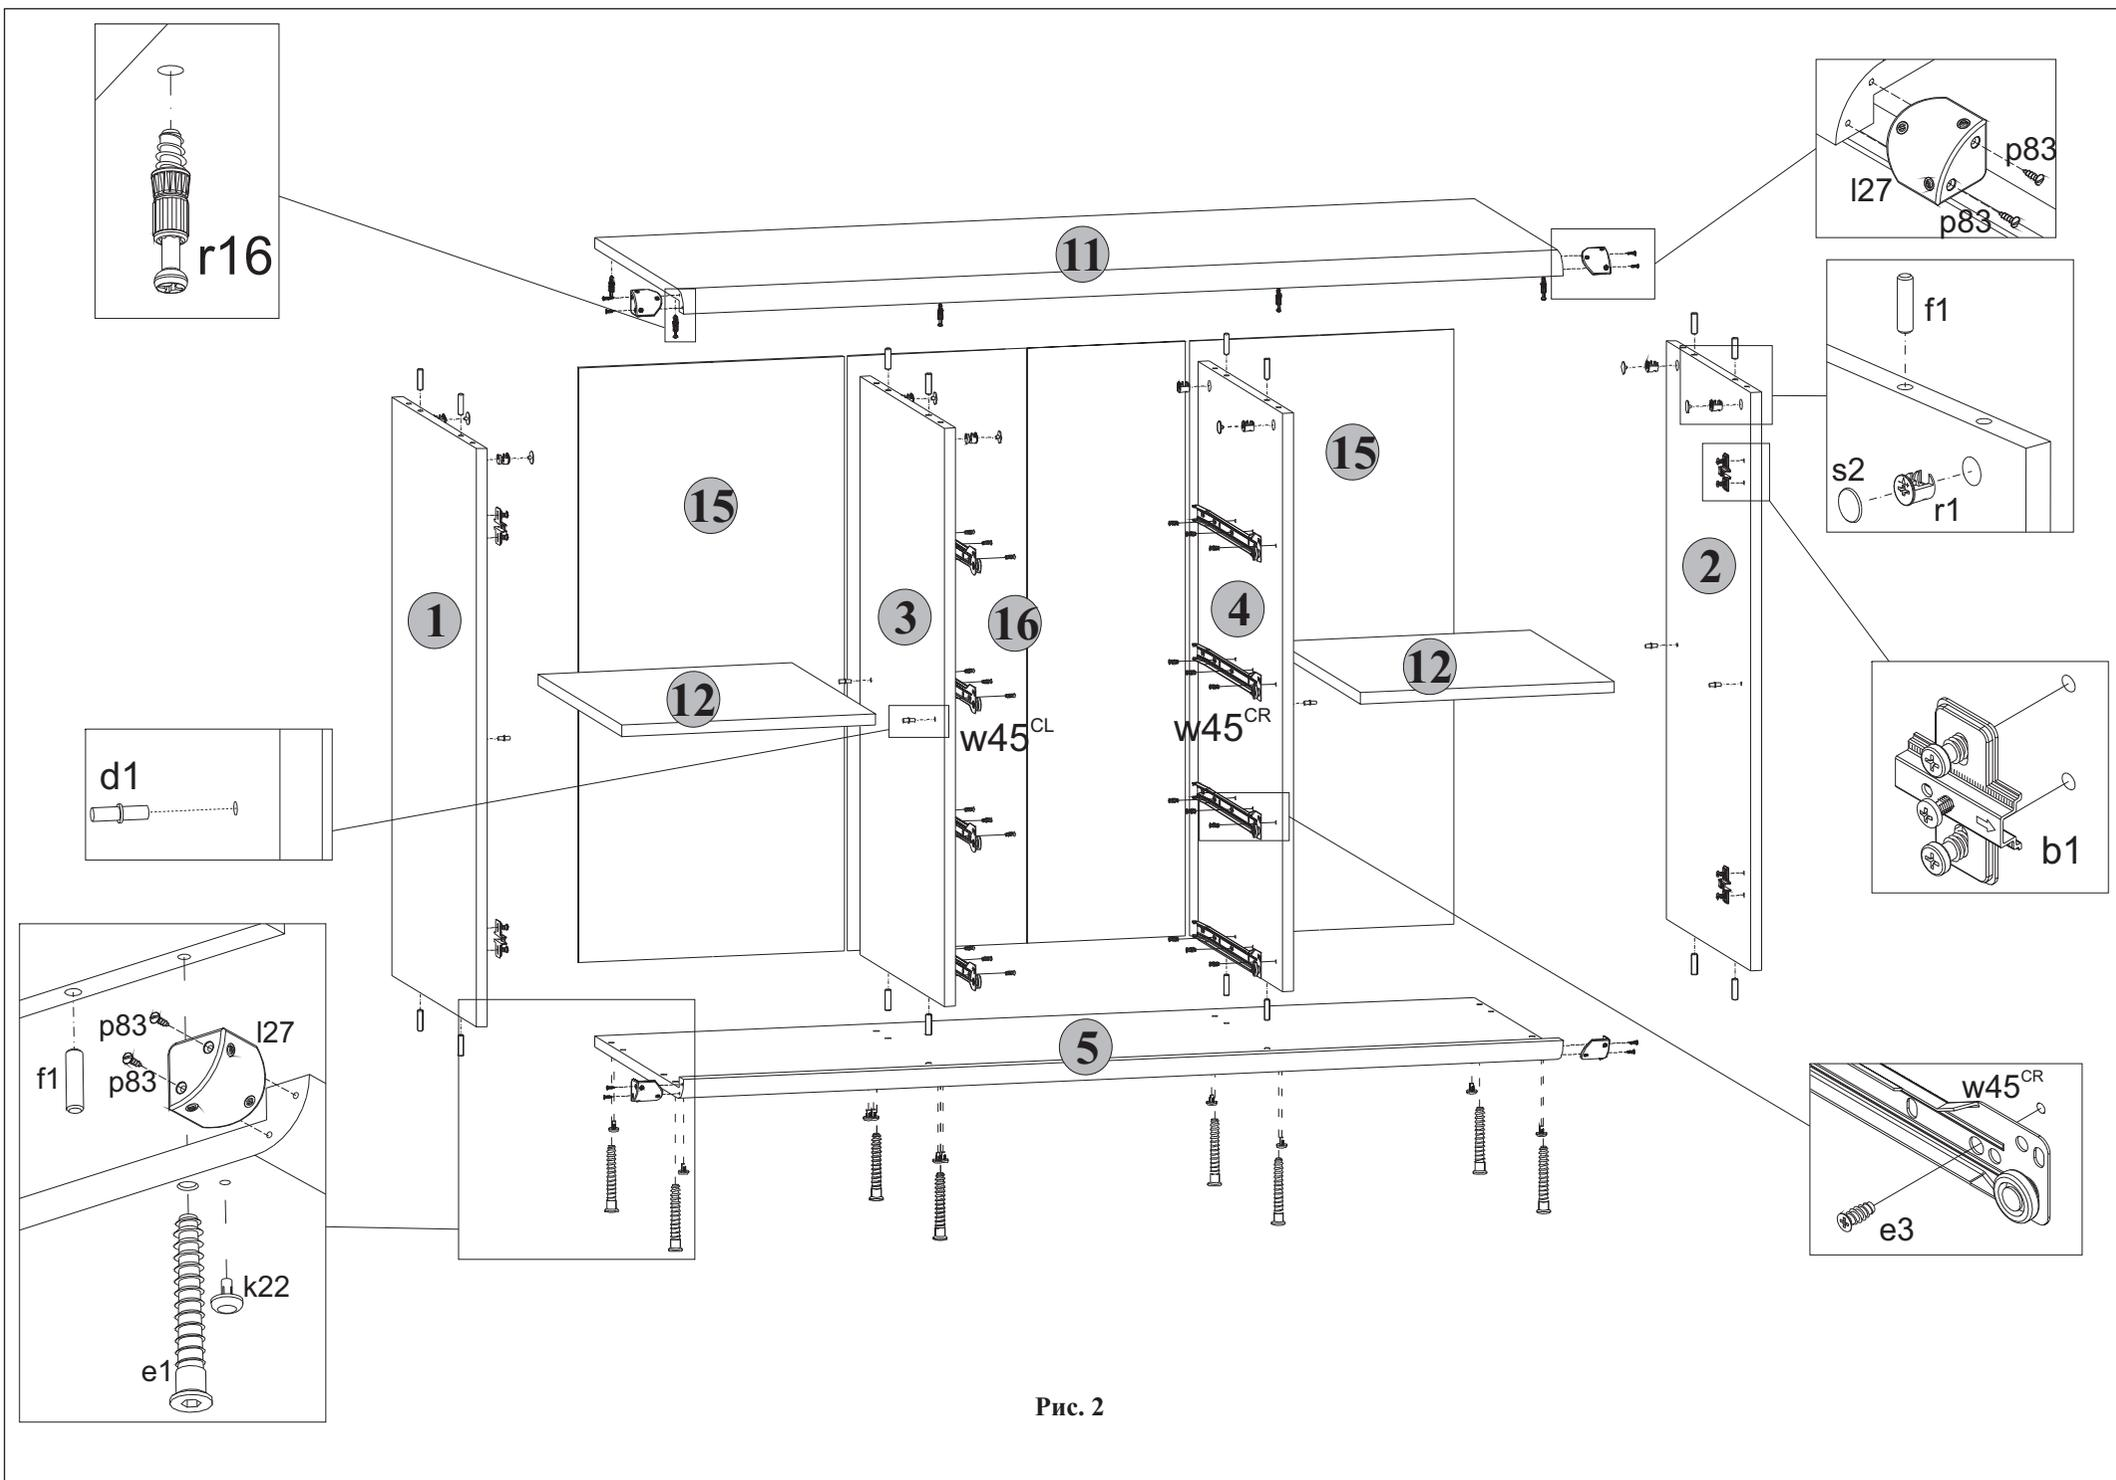

Рис. 2
стенок средних **3** и **4** вбить деревянные шканты **f1** (см.рис. 2).
5.6 На внутренних поверхностях стенок боковых **1** и **2**, а также на правой поверхности стенки средней **3** и на левой поверхности стенки средней **4** в отверстия диаметром **15 мм** вставить стяжки эксцентриковые **r1** (см.рис. 2).
5.7 В отверстия диаметром **5 мм** на нижней поверхности щита верхнего **11** вкрутить винты стяжки **r16**, пользуясь крестообразной отверткой (см.рис. 2).
5.8 В отверстия диаметром **4,5 мм** на нижней поверхности щита нижнего **5** вставить опоры полимерные **k22** (подпятники) (см.рис. 2).
5.10 К деталям **1, 2, 3** и **4** присоединить щит нижний **5** и стянуть еврошурупами **e1**, пользуясь специальным ключом **z1** из комплекта фурнитуры (см.рис. 2).
5.12 Закрепить стенки задние **15** на корпусе тумбы гвоздями **I1** с шагом 80-120 мм, пользуясь молотком (см.рис. 2).